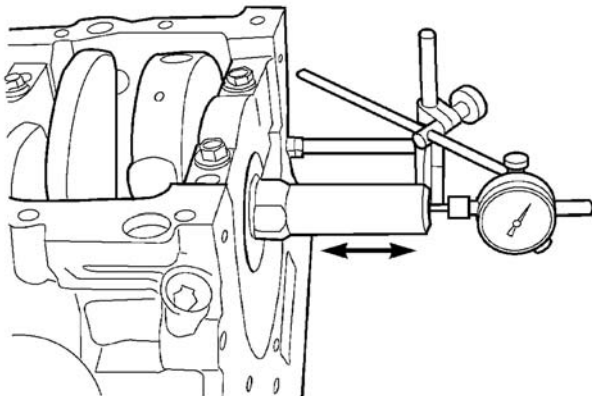

图 47 检查曲轴端隙
曲轴用球墨铸铁制成，包括五个主轴承轴颈和四个连杆轴颈（图 47）。三号轴颈为止推轴承的部位。主轴承和连杆轴颈具有为增加强度而轧制的根切内圆角半径。为使轴承载荷最佳化，使用了八个平衡重。
- （1）使用针盘指示器 C-3339 和固定支柱 L-4438，连接发动机前端，将探针定位至曲轴凸端（图 47）。